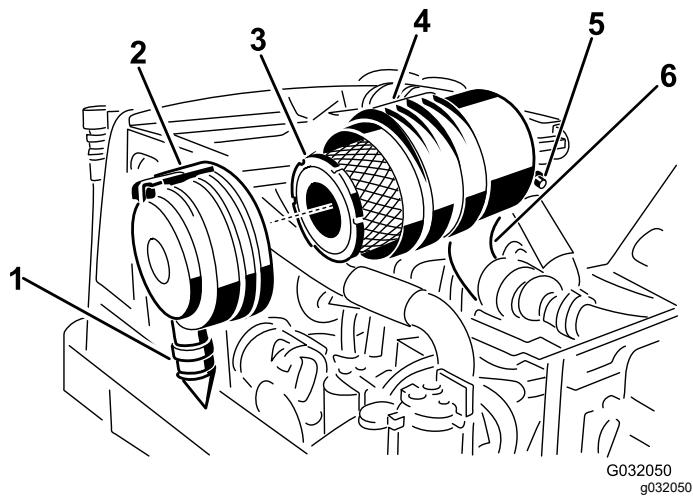

図 46
2. 主フィルタを外す図 46。
3. 主フィルタを交換する図 46。
7. アウトレットバルブが下向き後ろから見たとき、時計の5時と7時の間になるようにカバーを取り付けてラッチを掛ける図 46。